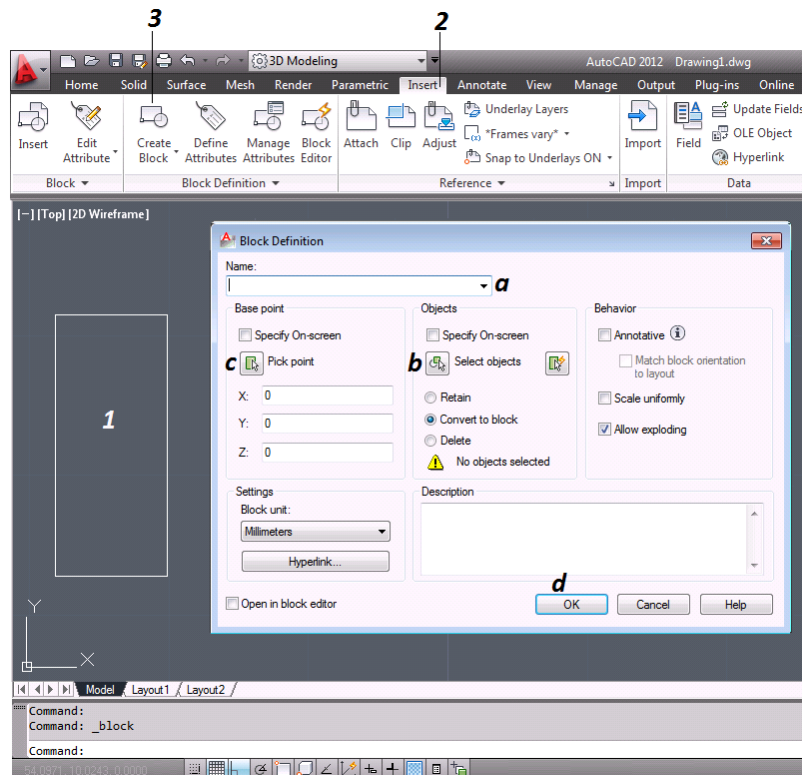

Figura 3.28 Creación de entidades “Bloque”
- c. **Designar Punto (Pick Point):** Se indica la base del bloque (*figura 3.28*).
- d. **OK:** Para terminar de crear el bloque (*figura 3.28*).